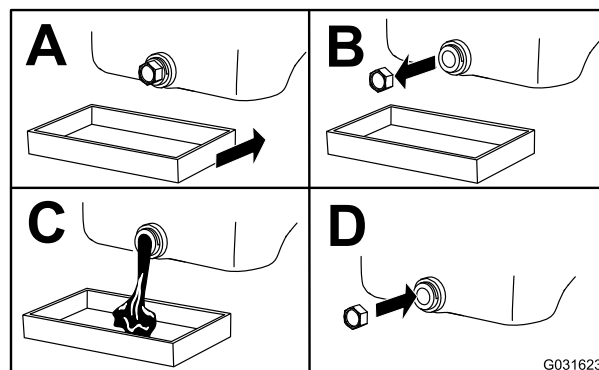

Figura 17
4. Cambiate l'olio come illustrato nella Figura 17.